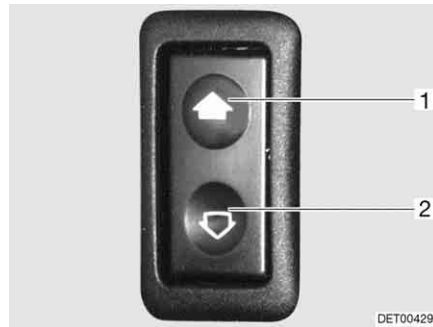

Bild 28 Knapp för elmanövrerad fönsterhiss
- Öppna:** ■ Tryck på det nedre reglaget (Bild 28,2).
- Stänga:** ■ Tryck på det övre reglaget (Bild 28,1).